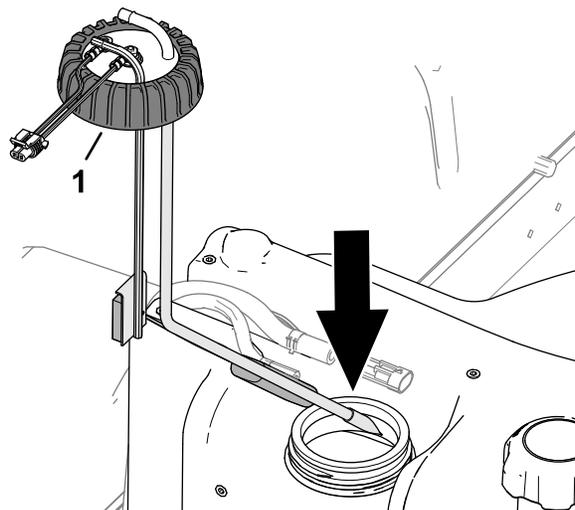

図 96
2. 燃料供給チューブとフロートを燃料タンク内部に注意深く取り付ける 図 96。